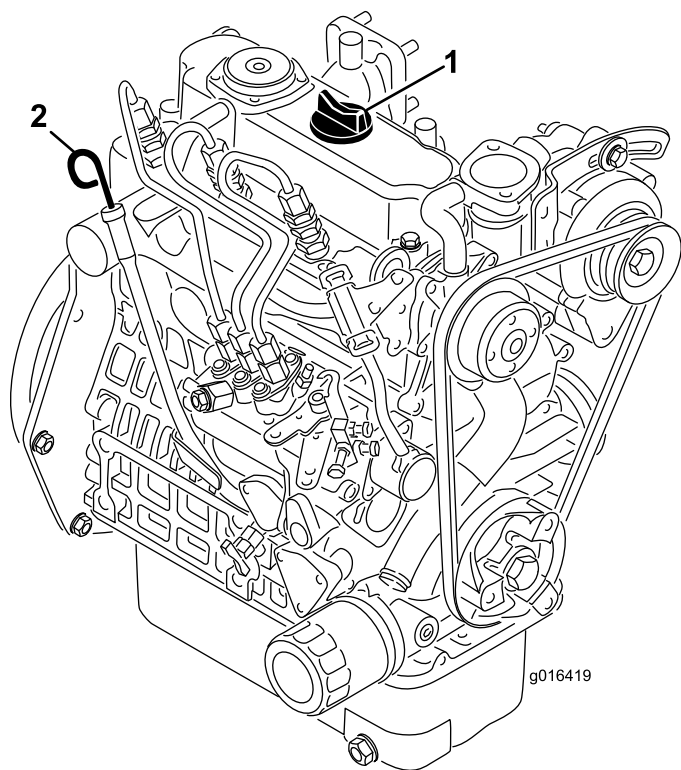

Рисунок 22
2. Выньте щуп и протрите его чистой ветошью (Рисунок 22). Вставьте щуп в трубку и убедитесь в том, что он посажен до упора. Выньте щуп из трубки и проверьте уровень масла. Если уровень масла низкий, снимите крышку заливной горловины и **медленно** долейте столько масла, чтобы поднять его уровень до метки Full ("Полный") на масляном щупе. Медленно заливайте масло и во время этого процесса часто проверяйте уровень. **Не допускайте переполнения.**